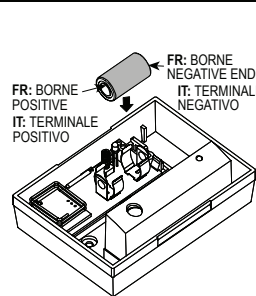

Fig. 7 - Introduction de la pile / Inserimento della batteria
D. Inserire la batteria nel suo alloggiamento, come illustrato nelle Figure 7 e 8. **Attenzione alla polarità!**